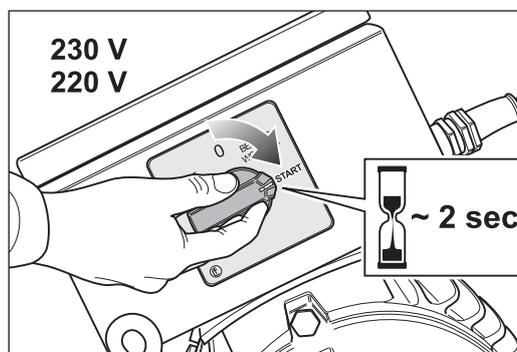

Abb. 11 Zum Einschalten den Schalterknopf am Motor auf die Position -START- drehen und für ca. 2 Sekunden auf dieser Position festhalten.
- 2 Drehen Sie zum Einschalten der Maschine den Schalterknopf am Motor auf die Position -START- und halten Sie ihn für ca. 2 Sekunden auf dieser Position fest (Abb. 11).